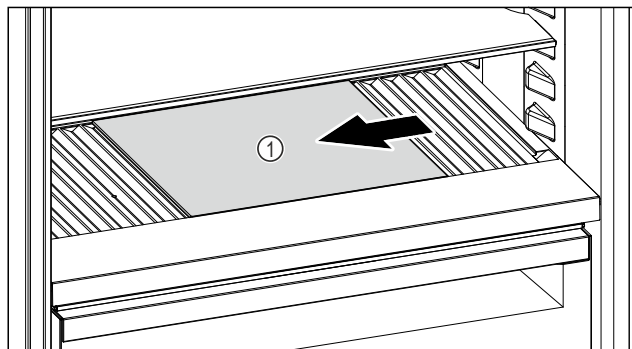

Fig. 241
► Déplacer la plaque de verre Fig. 241 (1) vers la gauche, vers le centre ou vers la droite.